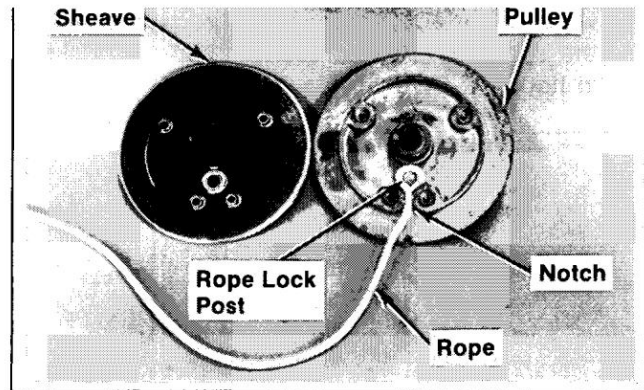

Figure 7-16. Replacing Rope.
3. Retirez les 4 vis à tête Phillips fixant la poulie et la poulie. Séparez la poulie et la poulie et retirez l'ancienne corde. Reportez-vous à la Figure 7-16.